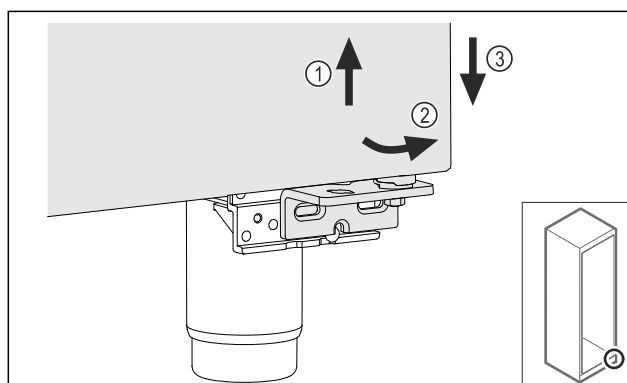

Fig. 27
- Tür leicht anheben Fig. 27 (1), unten nach vorne kippen Fig. 27 (2) und absenken Fig. 27 (3).